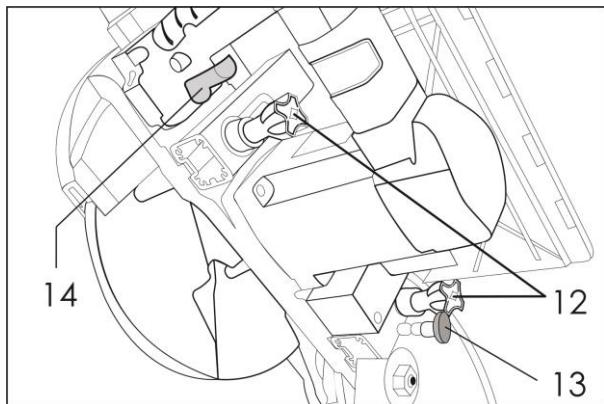

Рис.4
- потяните и вытяните полностью наружу стопорный предохранитель (13) (рис.4);
- снимите нижний защитный кожух диска (8);
- установите удлинители нижнего рабочего стола (34), через отверстия (22);
- полностью вытяните предохранительный упор (33).
- установите голову пилы в вертикальное положение, затяните ручку фиксатора (11);
- установите поворотный стол (6) в положение 0°, затяните ручку фиксатора (10);
- на поворотный стол (6) установите нижний защитный кожух (8), закрепив защитный кожух за упорные планки (15) и (16);
- нажмите кнопку разблокировки (17), возьмите за рукоятку (18) и потяните вниз до конца, необходимо чтобы защитный кожух (8) полностью закрыл полотно диска;
- нажмите на переднюю часть (A) верхнего рабочего стола (4) (рис.2) для снятия нагрузки со стопорного предохранителя (рис.4), нажмите на стопорный предохранитель вовнутрь до конца, чтобы он зафиксировался;
- ослабьте зажимные винты (12), опустите верхний рабочий стол в нижнее положение, затяните оба зажимных винта (12);